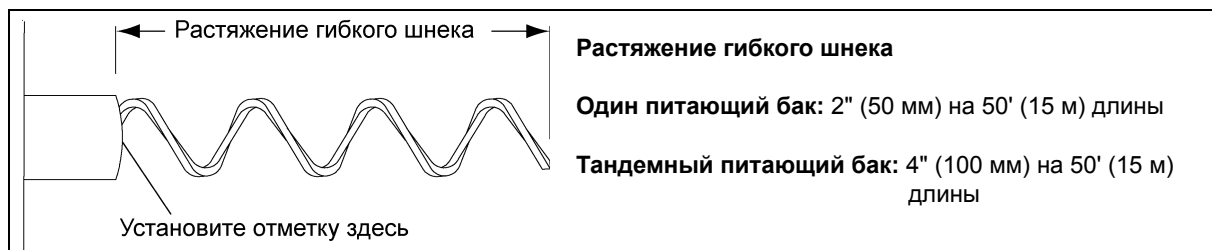

Рисунок 5AG Растягивание шнека
7. Вытяните шнек из трубы на требуемую величину. Измерьте длину между меткой и входным патрубком разгрузочного устройства. После надлежащего растягивания нанесите метку на шнек еще раз у патрубка разгрузочного устройства. *См. рис. 5AG на стр. 38.* Чрезмерное растяжение шнека приводит к преждевременному износу внутренних сгибов трубы из ПВХ. Недостаточное растяжение шнека приводит к преждевременному износу внешних сгибов трубы из ПВХ.